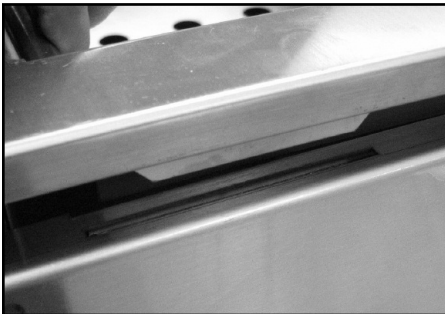

Fig. 10
3. Positionnez les languettes sur le support latéral pour rentrer dans les fentes sur le chariot (faites attention aux points de pincement) (Fig. 10 -11). Une fois terminé, la pièce d'appui doit affleurer le haut du chariot (sans appui) (Fig. 12).